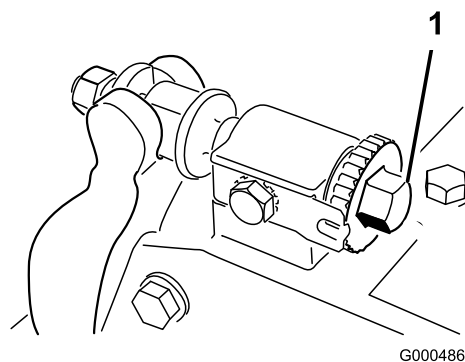

Figure 12
- Tournez les vis de réglage de la barre d'appui dans le sens antihoraire pour vérifier qu'elle ne touche pas le cylindre (Figure 12).